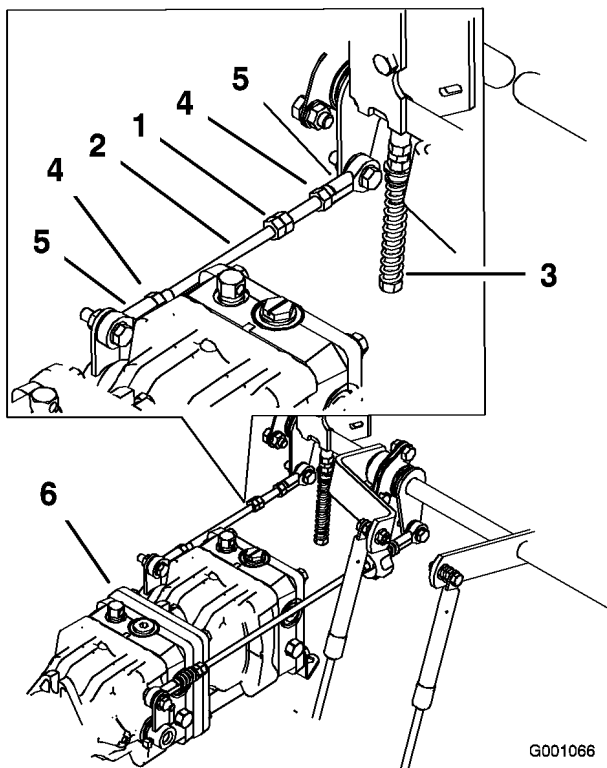

Bild 71
1. Lockern Sie die Sicherungsmuttern an den Kugelgelenken der Pumpsteuerungsstange (Bild 71).
3. Stellen Sie die Länge der Pumpstange ein, indem Sie die Doppelmuttern an der Stange so weit in die entsprechende Richtung drehen, bis das Rad stillsteht oder sich leicht zurückdreht (Bild 71).
6. Ziehen Sie die Klemmmuttern an den Kugelgelenken fest (Bild 71).